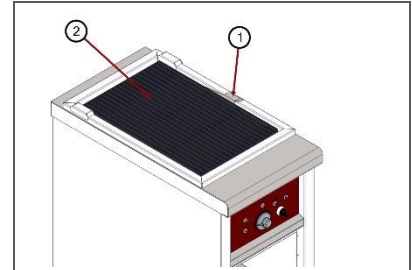

Fig. 2
- Lever la manette excentrique (Fig. 2 – Rep. 1) de façon à pouvoir saisir la grille de l'appareil à la main.